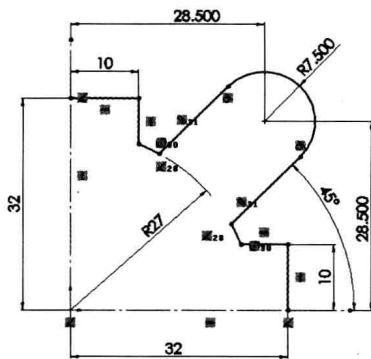

图 2-7 标注尺寸
Step7 标注尺寸。单击“尺寸/几何关系”工具栏中的“智能尺寸”按钮, 标注尺寸，如图 2-7 所示。